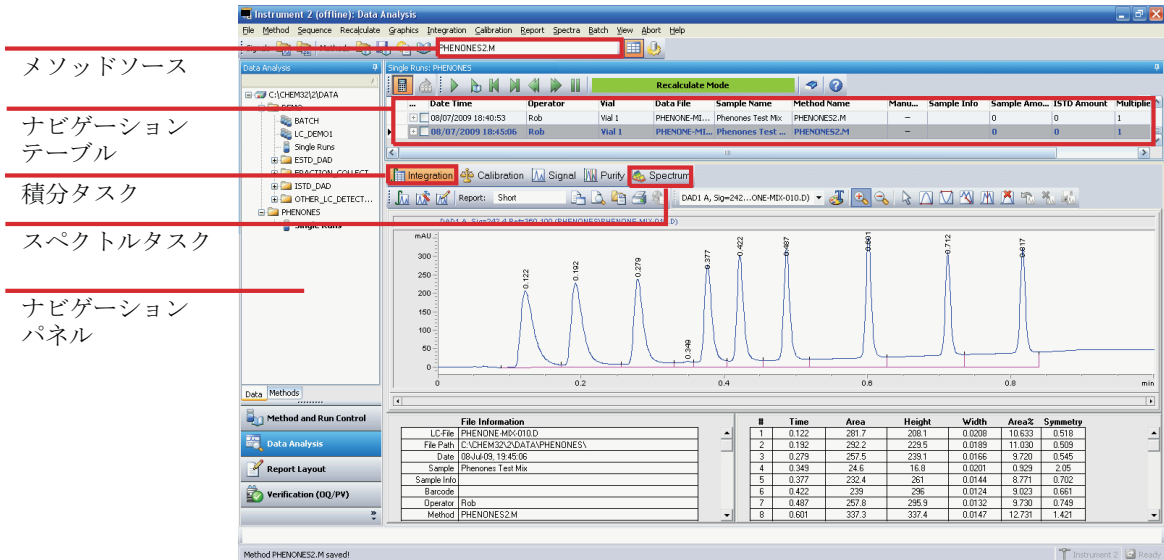

図 34 データ分析ビュー
- 2 画面の左下にある [データ分析] をクリックします (『107 ページ 図 34』を参照)。